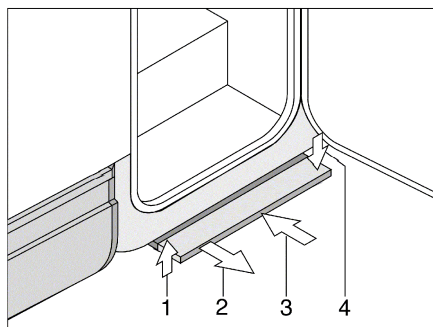

Bild 5 Mekaniskt manövrerbart fotsteg
Drag ut: ■ Drag fotsteget framåt (Bild 5,2) tills det hakar i.
Skjuta in: ■ Lyft fotsteget något (Bild 5,1).
- Skjut in fotsteget till stoppläget under fordonsgolvet (Bild 5,3). Se till att fotsteget hakar fast ordentligt (Bild 5,4).